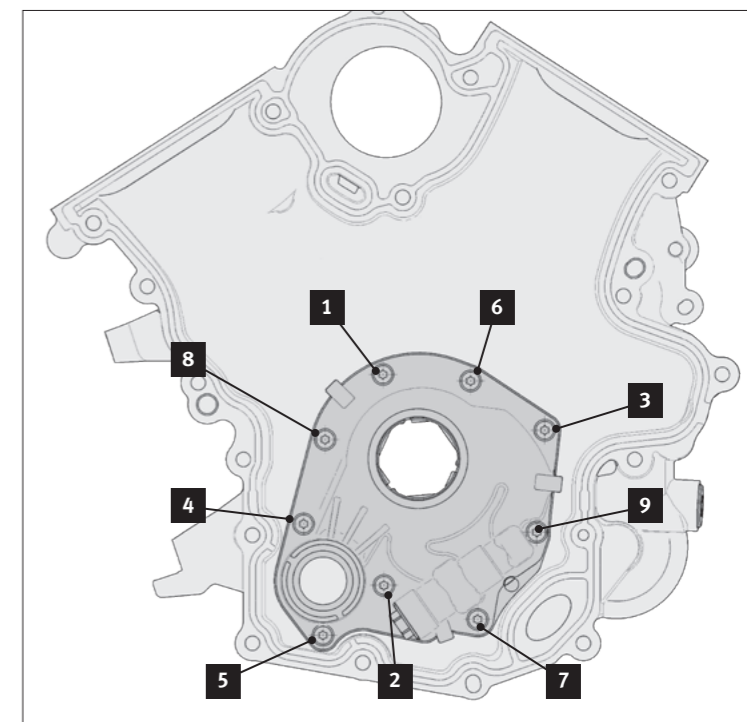

Abb. 2/ Fig. 2/ Puc. 2/ 图2
- 安放泵盖 (2)。
- 根据规定拧紧螺栓 (1) (图 2)。